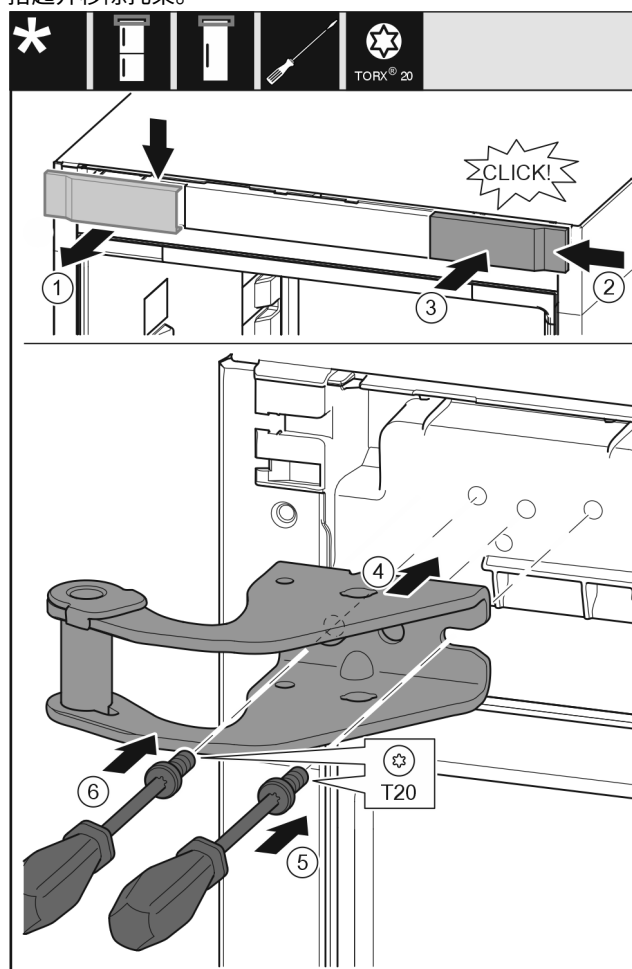

Fig. 12
- ▶ 从上方朝前取下盖板。 Fig. 12 (1)
- ▶ 将盖板旋转 180° 至另一侧从右边挂上。 Fig. 12 (2)
- ▶ 卡入盖板。 Fig. 12 (3)
- ▶ 装上上方的托架。 Fig. 12 (4)
- ▶ 用 T20 螺丝刀放上并旋紧螺钉。 Fig. 12 (5)
- ▶ 用 T20 螺丝刀安装并旋紧螺钉。 Fig. 12 (6)